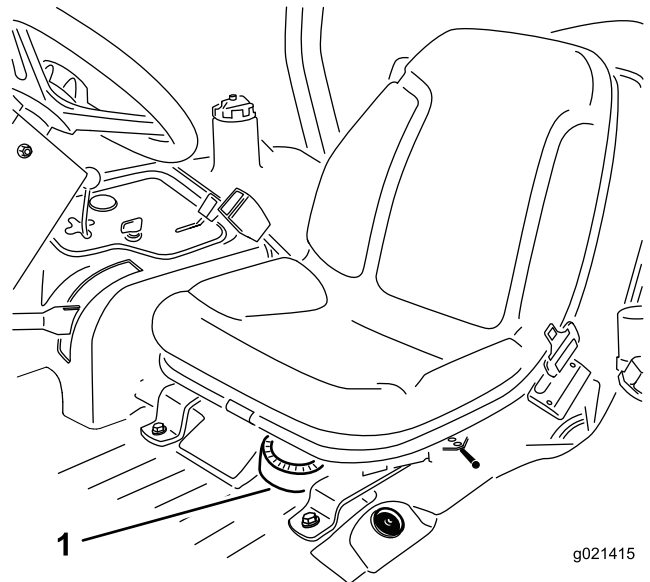

Figure 51
1. Déposez le siège de la machine pour accéder à la pompe à carburant (Figure 51).